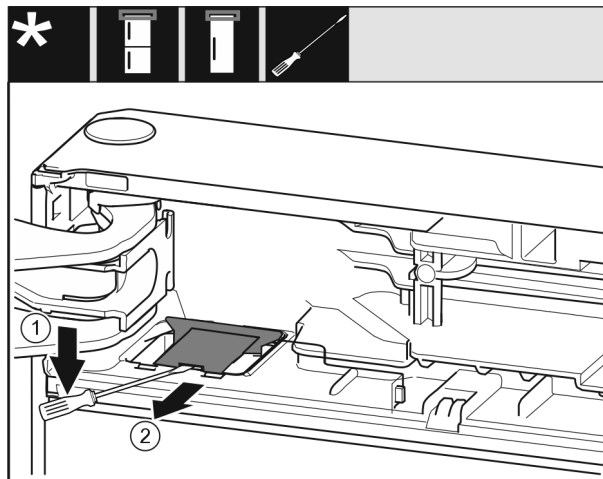

Fig. 7
- ▶ З допомогою шліцевої викрутки звільнити і підняти кришку. Fig. 7 (1)
- ▶ Монтувати кришку. Fig. 7 (2)